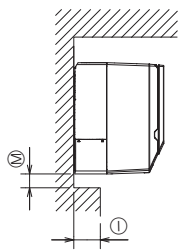

Fig. 2-2
- Ⓜ Reportez-vous à la Fig. 2-2